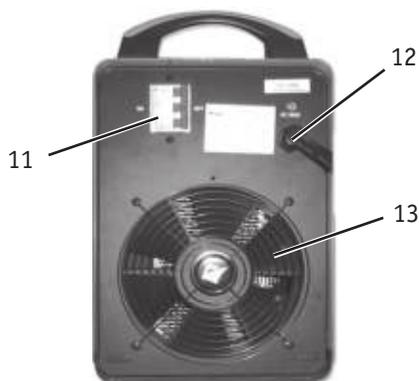

Рис. 1.2
1. Установите выключатель сети в положение «Вкл.» (11) (рис. 1.2), затем встроит встроенный вентилятор.
3. Установите выключатель сети в положение «Вкл.» (11) (рис. 1.2), затем вставьте встроенный вентилятор.